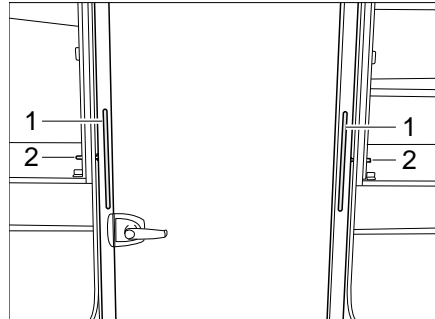
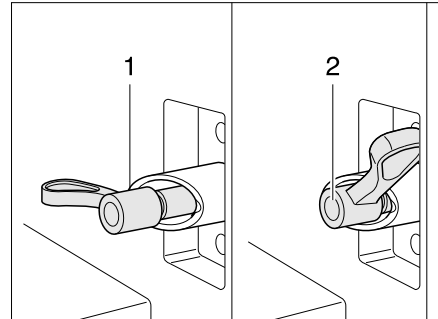

Bild 222 Toilettenraum, hineingeschoben
Bild 223 Verriegelung Toilettenraum
- Kleiderschranktüren auf beiden Seiten des Toilettenraums öffnen (Bild 222).
- Auf beiden Seiten die Federriegel (Bild 222,2) eine halbe Umdrehung drehen. Der Flügel des Verriegelungshebels muss an der höchsten Stelle der abgechrägten Hülse stehen (Bild 223,1).
- Toilettenraum ohne zu verkanten an den Griffen (Bild 222,1) bis zum Anschlag herausziehen.
- Die Federriegel auf beiden Seiten eine halbe Umdrehung zurückdrehen und einrasten lassen (Bild 223,2).
- Toilettenraum ohne zu verkanten an den Griffen (Bild 222,1) bis zum Anschlag hineinschieben.
- Die Federriegel auf beiden Seiten eine halbe Umdrehung zurückdrehen und einrasten lassen (Bild 223,2)